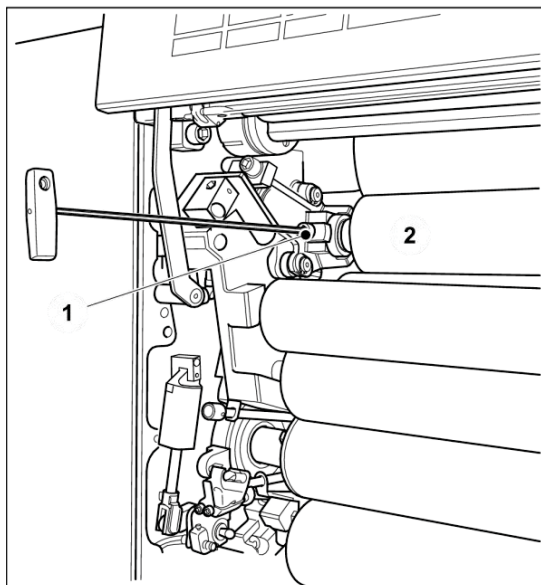

図 23 インキ呼び出しローラ11の取り外し
両側でTレンチを六角形(図23/1)に差し込んで、ラッチを上向きにします。
2. インキ呼び出しローラ(図23/2)を印刷ユニットから取り外します。